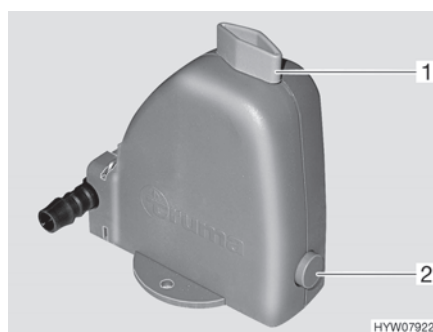

Fig. 177 Válvula de seguridad/purga
La calefacción está equipada con una válvula de seguridad/purga (Fig. 177). La válvula de seguridad/purga evita que el agua para la preparación de agua caliente se congele cuando no esté conectada la calefacción en caso de congelación.
- Cerrar la válvula de seguridad/purga. Para ello, girar el botón giratorio (Fig. 177,1) a la posición transversal en referencia a la válvula de seguridad/purga y hundir el botón de presión (Fig. 177,2).
- Abrir la válvula de seguridad/purga. Para ello, girar el botón giratorio (Fig. 177,1) a la posición longitudinal en referencia a la válvula de seguridad/purga. El botón de presión (Fig. 177,2) salta hacia fuera. El depósito de agua sanitaria se vacía hacia fuera a través de la válvula de seguridad/purga.